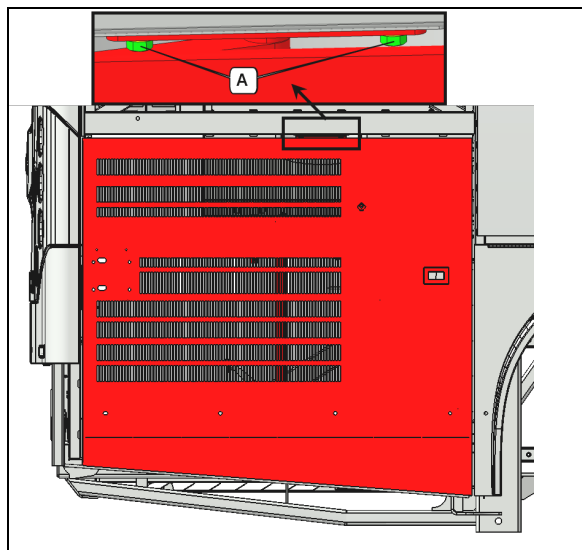

Figure 114:
2. S'assurer que les boulons A sont serrés (Figure 114:).